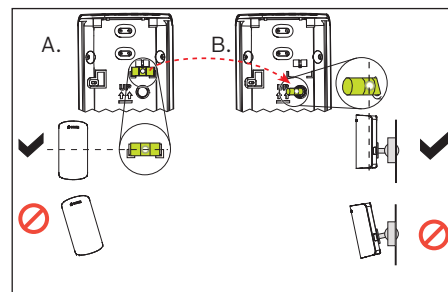

Figure 4.3 : Détecteur de niveau
2. Utilisez le niveau à bulle pour que le socle soit de niveau entre la gauche et la droite. Voir Figure 4.3 - A.
3. Retirez le niveau à bulle et placez-le dans le porte niveau à bulle pour vérifier l'alignement vertical. Uniquement pour les supports de fixation pivotants. Voir Figure 4.3 - B.